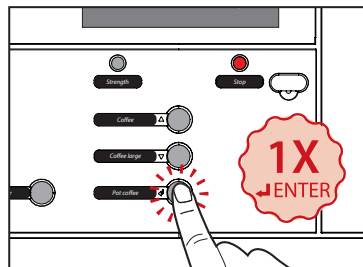

Abb. 6
5. Drücken Sie **ENTER**, um den Reinigungsvorgang fortzusetzen (siehe Abb. 6). Auf dem Display erscheint: **REMOVE AND CLEAN MIXING TRAY** (Weiter auf der nächsten Seite).